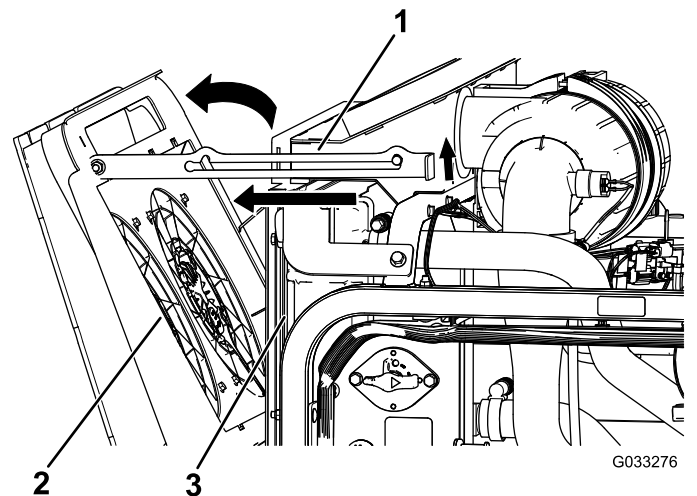

Figura 117
2. Ruotate le ventole di raffreddamento del motore all'indietro rispetto al radiatore e bloccate l'asta di sostegno nella tacca (Figura 117).